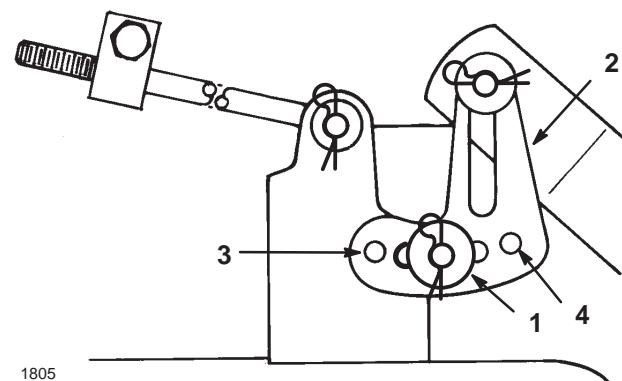

Bild 12
4. Entfernen Sie den Splint und die Scheibe von der Nivellierhalterung (Bild 12). Bringen Sie zum Nivellieren der Schnittmesser die Nivellierhalterung in einem anderen Loch an und montieren die Scheibe und den Splint wieder. (Bild 12). Durch ein vorderes Loch wird die Schnittmesserhöhe gesenkt und durch ein hinteres Loch angehoben. Stellen Sie beide Seiten bei Bedarf ein.